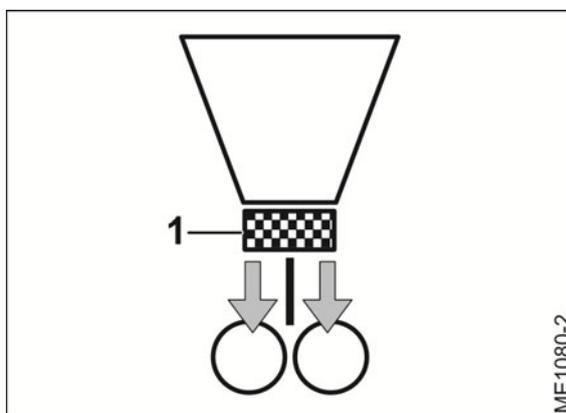

Рис. 98
- дозатор (Рис. 98/1) равномерно снабжает обе распределительные головки посевным материалом или удобрениями.